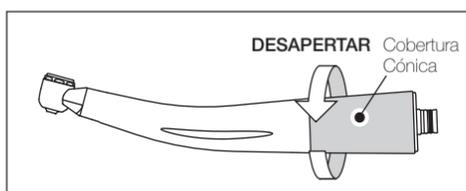

Fig. 9
- 1) Desaperte e remova a cobertura cônica na parte posterior da turbina (Fig. 9).
- 1) Retire a turbina do acoplamento e desaperte a cobertura cônica para a remoção (Fig. 9).